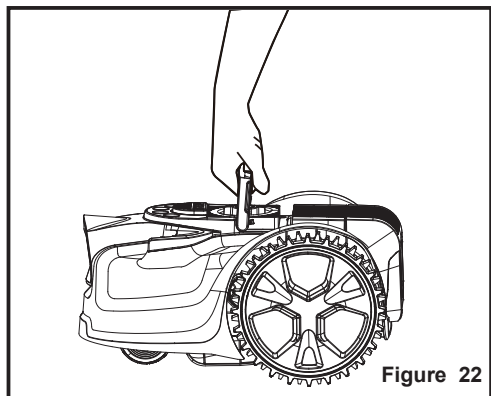

Figure 22
3. Utilisez la poignée de transport pour transporter la tondeuse. Portez la tondeuse en éloignant le disque de lames du corps (Figure 22).